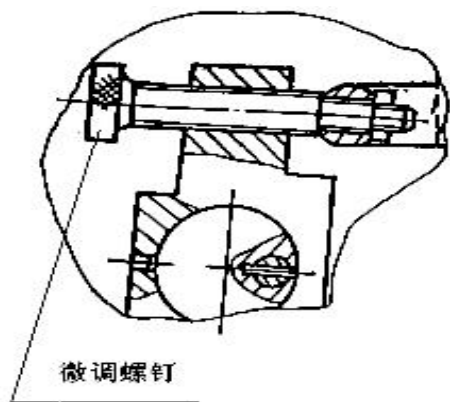

图5.1
- (1) 电机皮带由于磨损变松，应调节床身后微调螺钉而使皮带张紧（见图 5.1）。